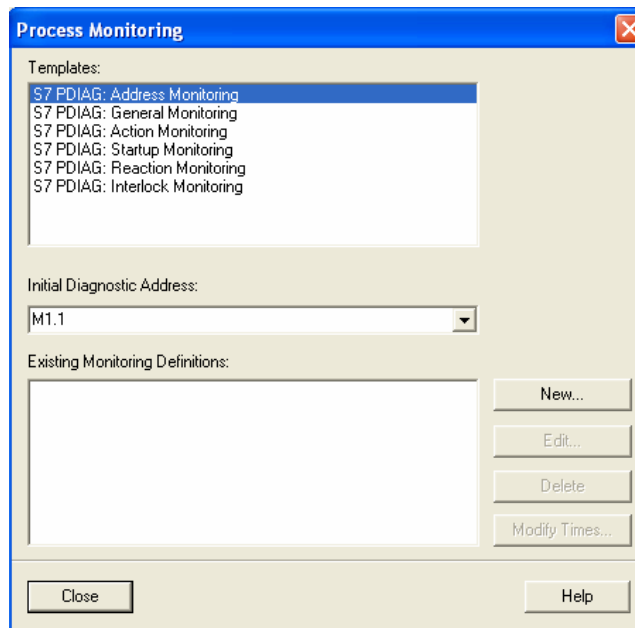

图 9 监控设置界面
1) 首先在 LAD/STL/FBD 程序编辑器，点击需要监控的地址，按鼠标右键，选择“Special Object Properties” -> “Monitoring” 进入消息配置界面，如图 9 所示：